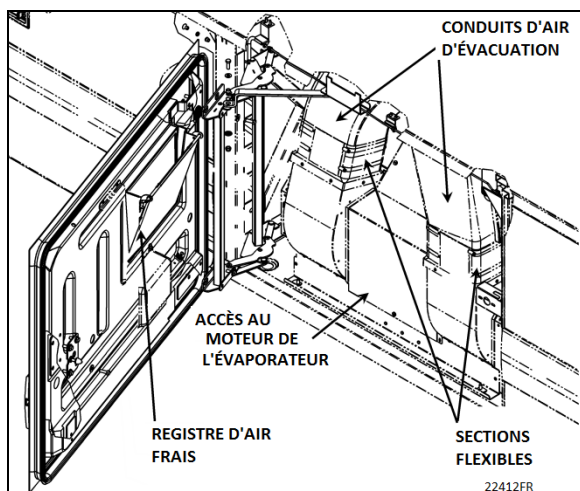

FIGURE 68: ACTUEUR DU REGISTRE D'AIR NEUF DE LA ZONE DES PASSAGERS DE LA SÉRIE X3
- Séries X3 – Dans la porte du compartiment de l'évaporateur (Figure 68).